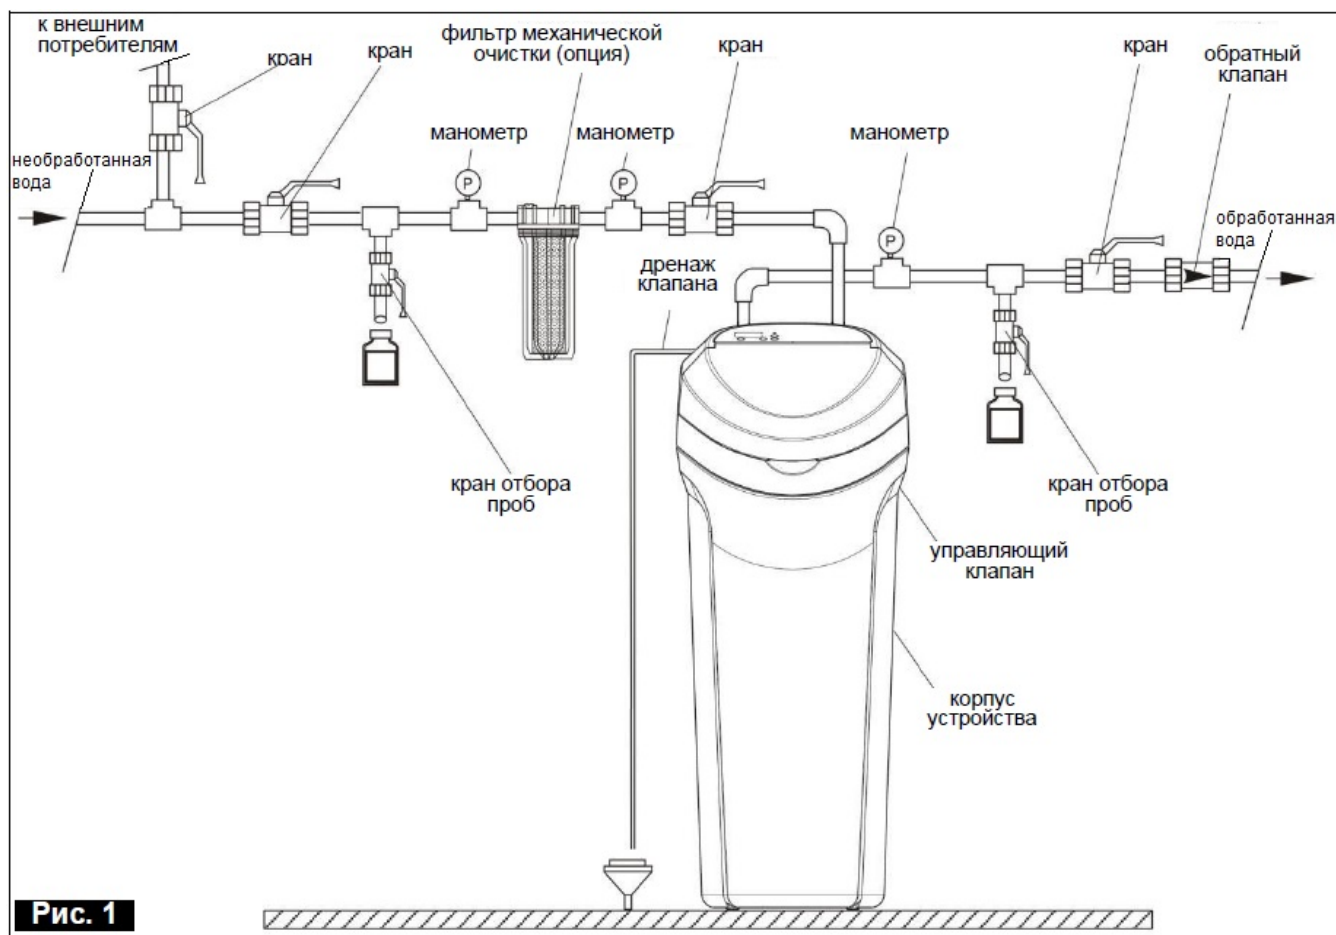

Рис. 1
- Вместе с устройством может поставляться механический фильтр (опция), который следует установить на трубопроводе, подводящем неочищенную воду согласно схеме, показанной на рис. 1.
Монтаж умягчителя следует осуществлять в соответствии со схемой подключения, показанной на рис. 1. Умягчитель имеет клапан обходной линии by-pass с соединительными элементами, а также может иметь дренажный шланг для отвода промывной воды. Перед каждой станцией подготовки воды необходима установка фильтра механической очистки воды или фильтра с функцией автоматической промывки воды. Обеспечение системы обработки воды такими элементами, как клапаны, манометры, фильтр, клапаны для отбора проб и т. п., относится к обязанностям того, кто монтирует оборудование, и они не поставляются стандартно вместе с устройством.